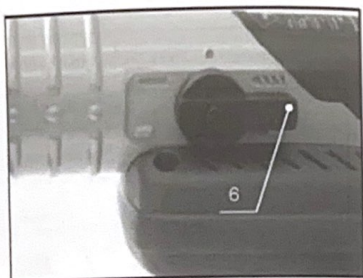

Рис. 4
Для того, чтобы установить режим сверление с ударом, необходимо рычаг (поз.6, рис.4) ударного механизма повернуть на символ «сверло».
- Для того, чтобы установить режим удара, необходимо рычаг (поз.6, рис.4) ударного механизма повернуть на символ «долото».